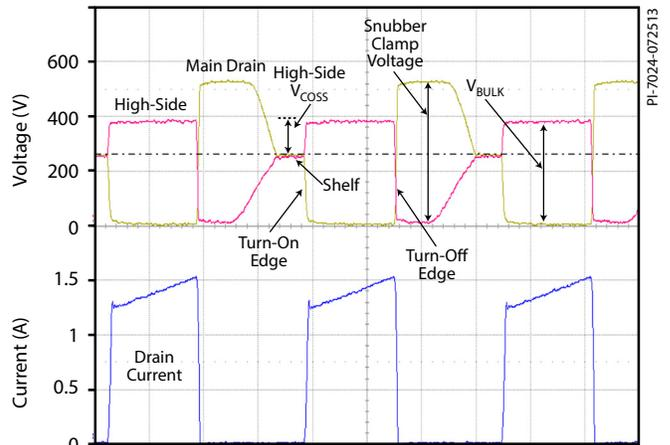

図 28. メインドレインの全負荷時の通常波形。ハイサイド MOSFET のソース、及びドレイン電流。
図 28 では、標準的な最大負荷時の波形を示しています。ターンオン時のハイサイドの V_{COSS} を確認します。これは、通常入力電圧の 40% を下回ります。これより大きい場合は、ローサイドの MOSFET クランプ ダイオードが標準リカバリー (低速) の整流器 (1N4007) でハイエンドの MOSFET クランプ ダイオード (グラウンドに接続) が超高速タイプ (UF4005 など) であることを確認します。一次インダクタンスを 20-30% 減らすとこの電圧が下がり、場合によっては最大負荷効率が上がることがあります。
最大負荷で測定を繰り返します。電源の加熱に注意して強力なファンを使用してください。各定常状態のスイッチング サイクルのターンオンでハイサイド MOSFET のソース電圧 (HS) を計測します (図 28)。バルク電圧の 40% 以下にする必要があります。電流波形から K_p を計算し検証して、計算シートを使用して検証します。また、ピーク負荷でピーク電流を確認します。– 過熱を防ぐためピーク負荷状態は数秒に抑えてください。